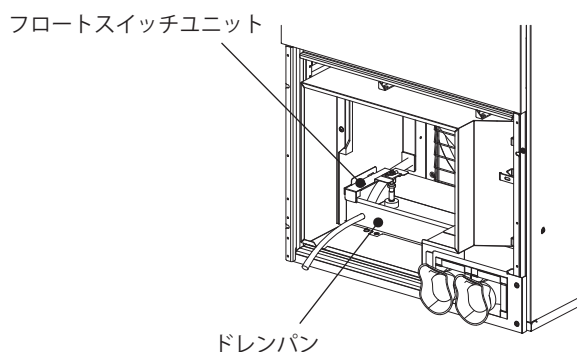

図9
④つまみねじを緩め、フロートスイッチユニットを手前にスライド後、つまみねじの頭を抜き穴を通して上に持ち上げクーラーより外してください（図9、10）。